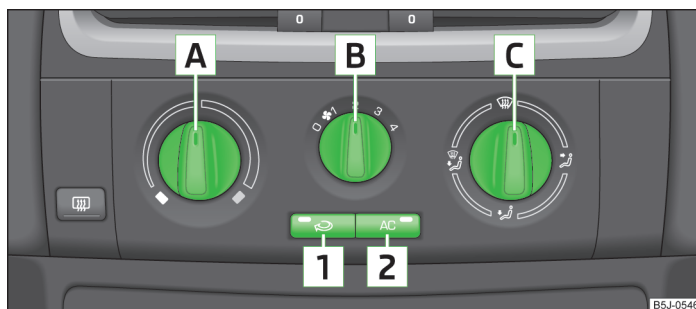

Fig. 83 Sistemul de aer condiționat: Elementele de comandă
Instalația de răcire funcționează numai când tasta **AC** **2** » fig. 83 la pagina 80 este apăsată și se îndeplinesc următoarele condiții:
- > Rotiți regulatorul rotativ **A** » fig. 83 spre dreapta pentru a mări temperatura.
- > Pentru pornirea ventilatorului, rotiți comutatorul ventilatorului **B** » fig. 83 în una din pozițiile de la 1 la 4.
- > Apăsați tasta **1** pentru a opri alimentarea cu aer proaspăt » fig. 83.
- > De la regulatorul pentru distribuția aerului **C** » fig. 83 reglați direcția curentului de aer » pagina 77.
- > Apăsați tasta **AC** **2** » fig. 83, lampa de control din tastă se aprinde.
- Elementele de comandă **A** » fig. 83 la pagina 80, **B**, **C** și tastele **1** și **2**.
► Apăsați tasta **1** » fig. 83 la pagina 80, lampa de control din tastă se aprinde.
► Apăsați din nou tasta **1** » fig. 83 la pagina 80, lampa de control din tastă se stinge.
Dacă regulatorul distribuției de aer **C** » fig. 83 la pagina 80 se rotește în poziția , recircularea aerului se dezactivează automat. Prin apăsarea repetată a tastei se poate reporni și în această poziție recircularea aerului. ►